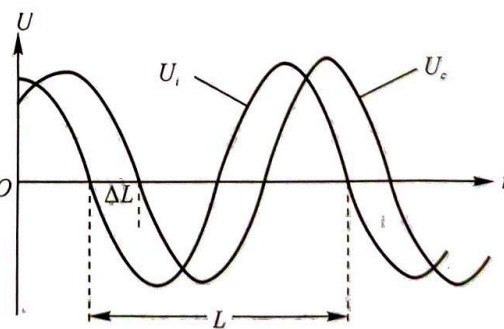

图 18-2
1. 双踪法是将 两个待测同频率正弦波 同时显示在示波器上, 从而求出相位差, 示波器上显示如图 18-2 所示。(写出相位差公式并说明公式中各量的物理意义。)